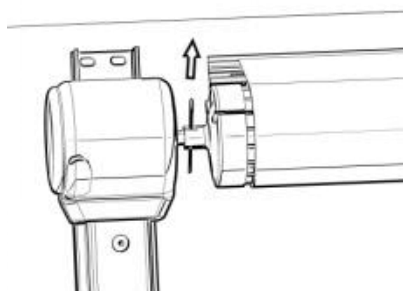

Figure C24
3. 9 Retire el pasador de seguridad del lado opuesto al motor del carrete (Figura C24). Afloje el brazo plegable y tense el rollo de tela.